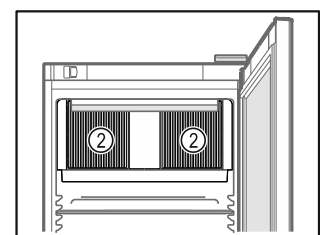

Fig. 62
- ❑ Lüftungsschlitze *Fig. 62 (2)* des Umluftgebläses im Innenraum freihalten.